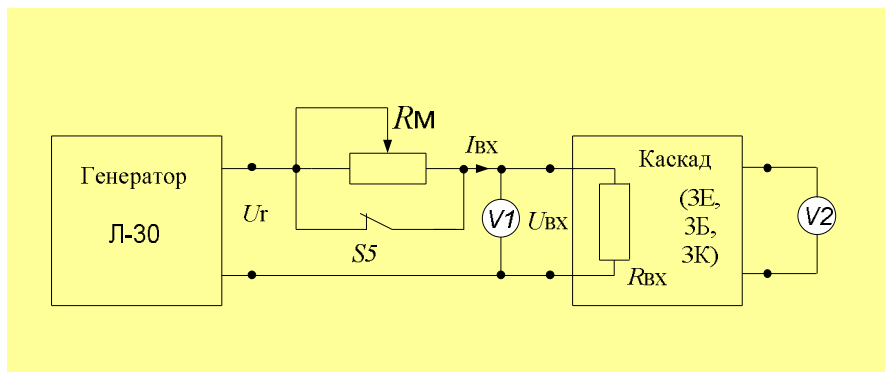

Рис. 11.5
1. Для вимірів вхідного опору  $R_{ВХ}$  використовується магазин каліброваних опорів РЗЗ, який вмикається між джерелом гармонічного сигналу Л-30 та досліджуванним каскадом (рис. 11.5).